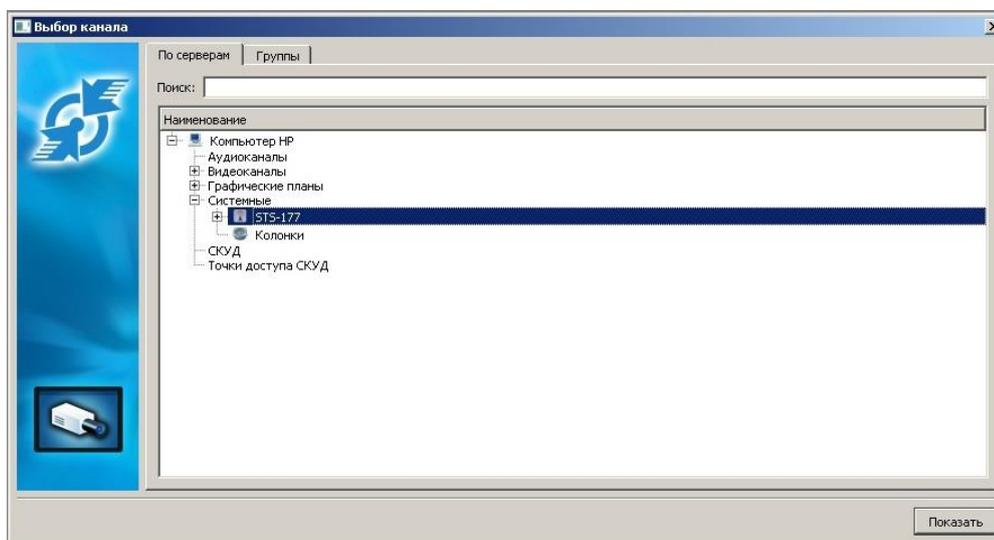

Рисунок 22
2.3.8.3 Для проверки корректности настройки азимута видеокамеры необходимо закрыть окно настроек. Войти в меню «Выбор канала» и выбрать STS-177 (Рисунок 22).